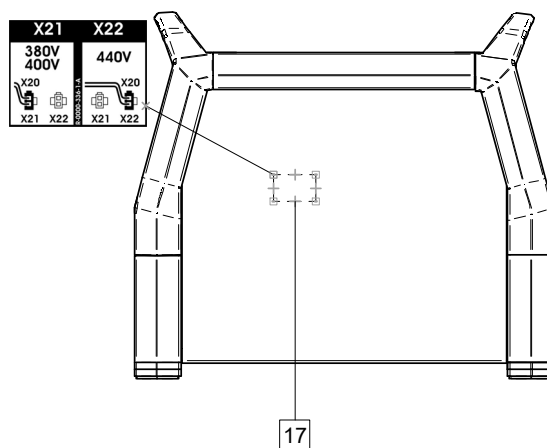

Figura 3
- Ponga el enchufe X20 (véase la Figura 3) en la posición adecuada: